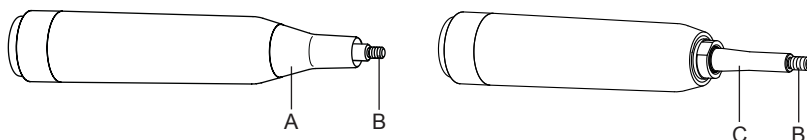

Fig. 7
Pulire in modo accurato il manipolo ponendo particolare attenzione al perno filettato su cui vengono avvitati gli inserti (Fig.7 - Rif.B) e alla cavità anulare adiacente.
- 2 Svitare il cono anteriore in metallo (Fig.7 - Rif.A);
- Filettatura del manipolo (Fig.7 - Rif.B);
- Stelo in titanio (Fig.7 - Rif.C);
- Cono anteriore (Fig.7 - Rif.A) nelle sue parti esterne ed interne.
- 6 Asciugare e riassemblare il cono anteriore sul manipolo (Fig.7 - Rif.A);